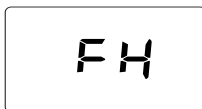

fig. 5- Purga de aire con ventilador en marcha
- Durante los 20 segundos siguientes, en la pantalla aparece el código **FH**, que indica el ciclo de purga de aire del circuito de calefacción con el ventilador en marcha (fig. 5).